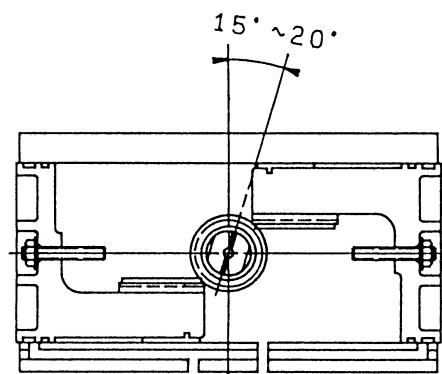

图 10-11.
- 输出轴 (104) 装配好后, 将输出轴方头部位的 V 形槽处于如图 10-11 所示的位置。
- 在保持图 10-11 所示角度的同时, 将活塞 (102) 从气缸的两侧装入。当两个活塞的齿条部位和输出轴上的齿轮接触后, 用扳手卡住轴出轴的方头部位, 并逆时针转动, 使齿轮与齿条啮合, 活塞向内部移动。
- 活塞装配结束后, 使输出轴逆时针旋转, 必须确认输出轴方头部的 V 形槽与气缸 (101) 近似成平行, 如稍有偏差, 可用设在活塞中心部位的内限位螺钉进行调整, 如相差较大, 则须重新进行装配。